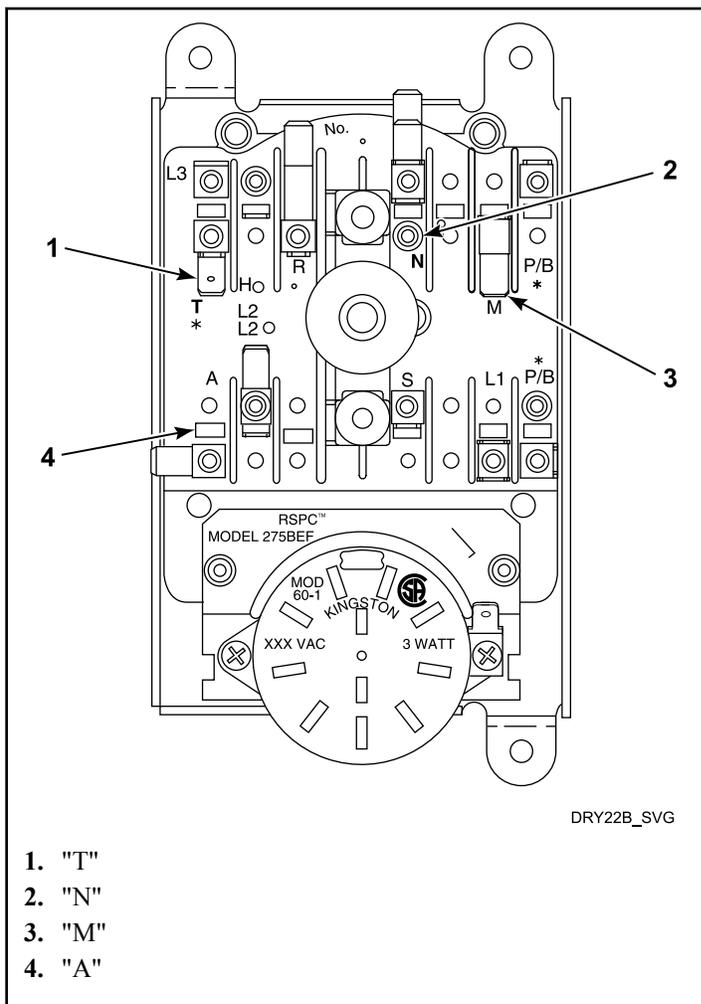

Figura 2
5. Usando um medidor de volt/ohm ajustado para tensão CA, meça a tensão no terminal "T" e no terminal "M" no temporizador. Consulte a *Figura 2*.
5. Usando um medidor de volt/ohm ajustado para tensão CA, meça a tensão no terminal "T" e no terminal "N" no temporizador. Consulte a *Figura 2*.